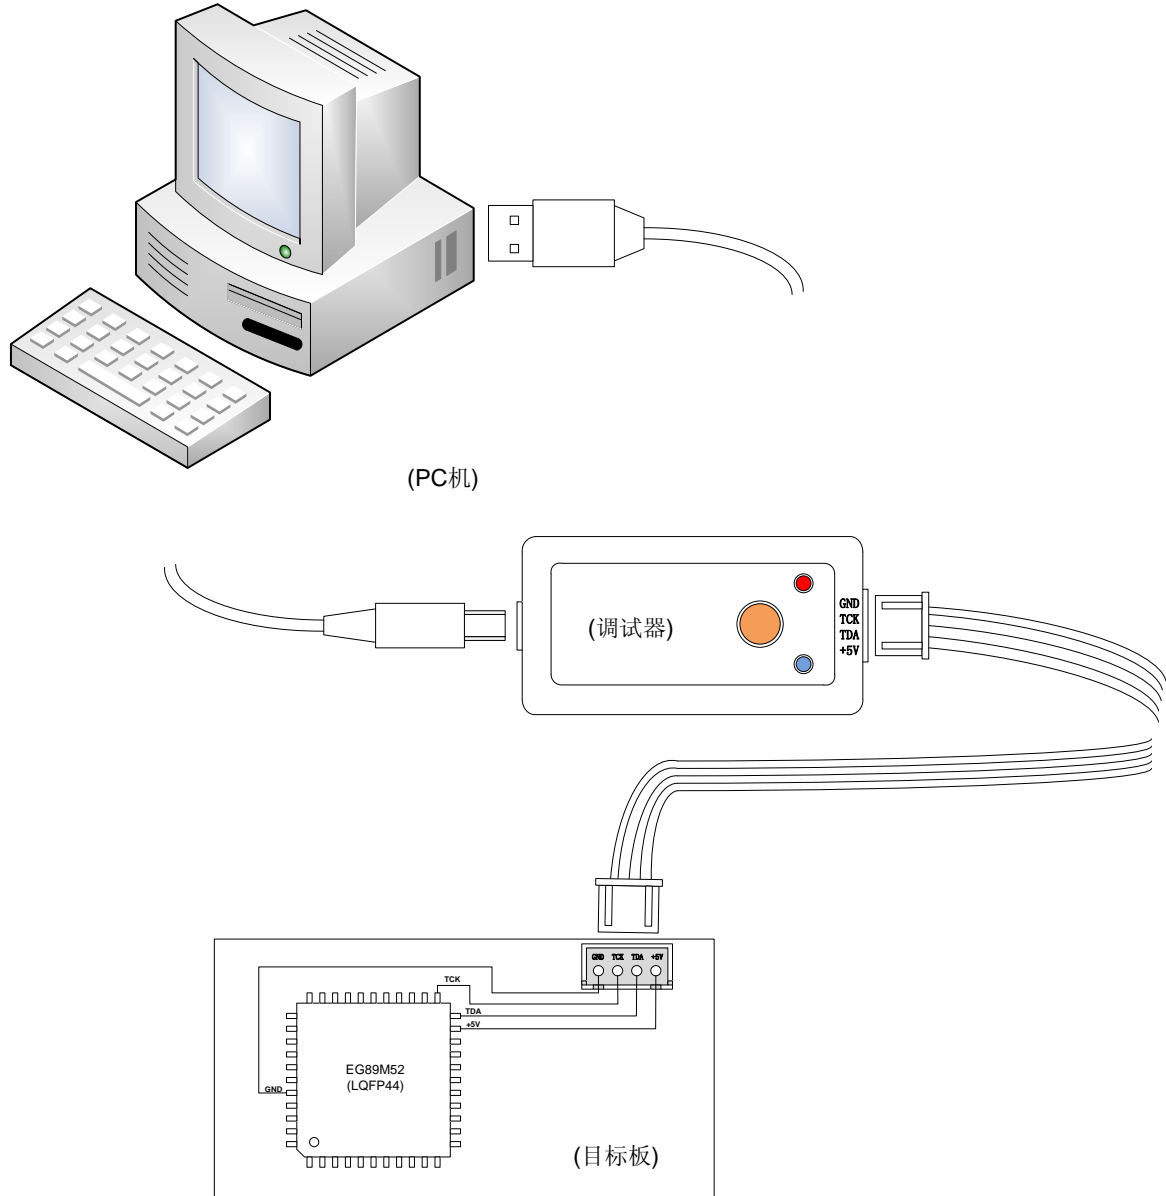
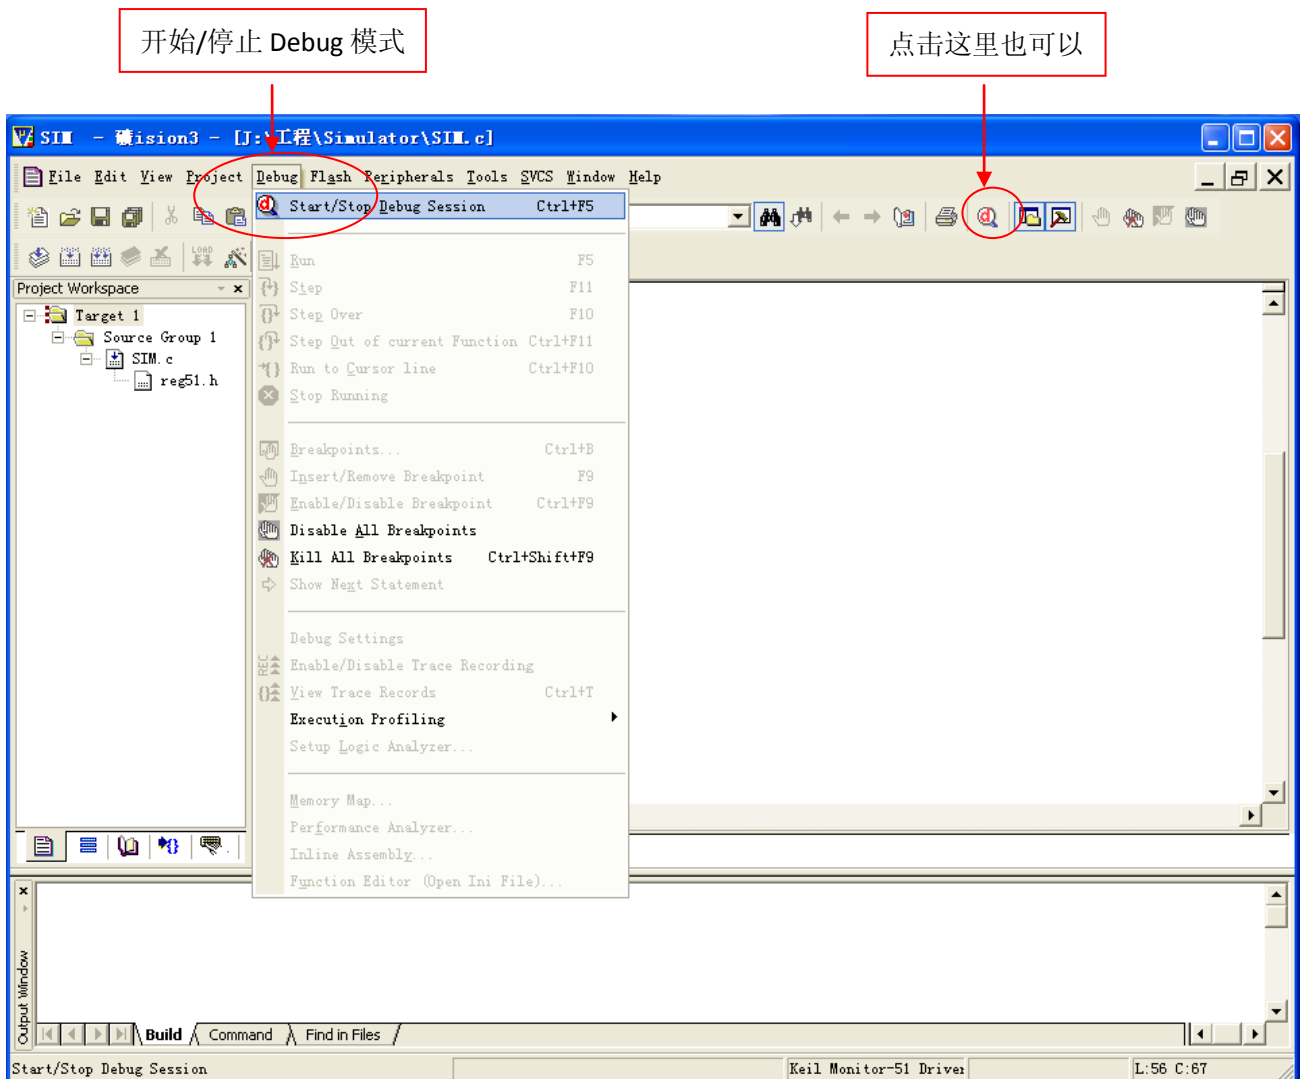

图 4-1 调试器连接图
图 4-3
1. 使用 USB 电缆连接电脑和调试器，一般情况下，调试器和目标板可以由 USB 供电。当 USB 供电不足时，用户需要额外的+5V 直流电源给目标板供电，如图 4-1 所示。
3. 用户可在目标板上预留调试接口，脚位定义如图 4-1 所示。
按上述步骤完成操作后，打开 keil 编译器，编辑并编译好用户程序。点击 Debug -> Start/Stop Debug Session，如图 4-1 所示。调试器自动加载用户程序，并进入 Debug 模式，如图 4-3 所示。